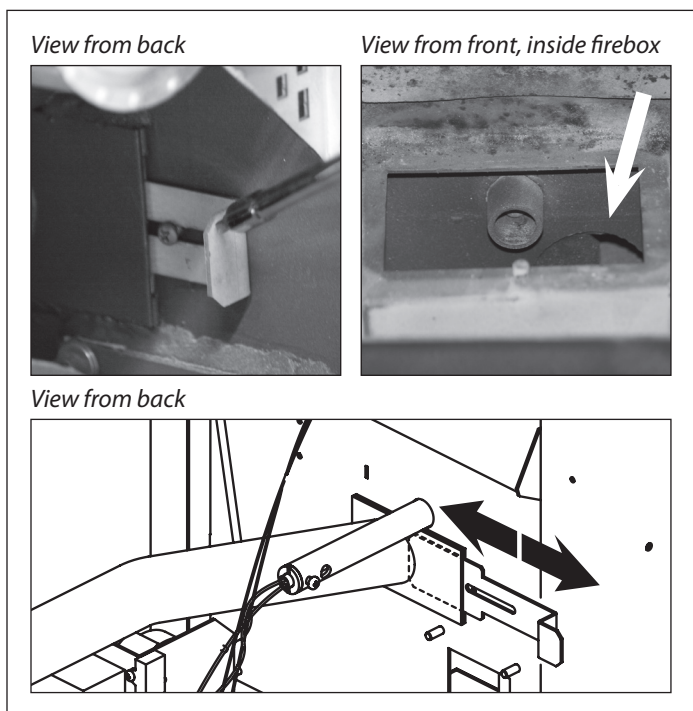

Figure 27
**AJUSTER LE VOLET DE DÉBIT D'AIR AVANT D'AUGMENTER LA TENSION D'ÉVACUATION. En cas de tirage d'air insuffisant, essayer D'ABORD d'ajuster le volet de débit d'air. VOIR FIGURE 27. Cela modifie également le débit d'air entrant dans le poêle. Dans la plupart des installations, la porte de l'écoulement de l'air devrait être moitié ouverte. ce est mieux vu de l'avant du poêle avec le pot au feu enlevé.**